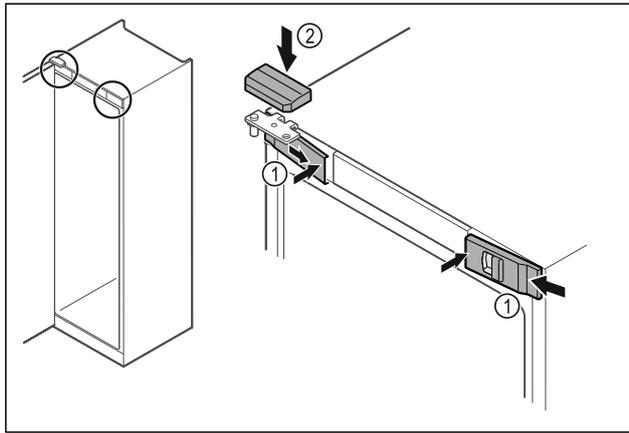

Fig. 45
- ▶ Agganciare le coperture anteriori Fig. 45 (1) di lato e innestarle all'interno.
- ▶ Innestare la copertura superiore Fig. 45 (2) dall'alto.